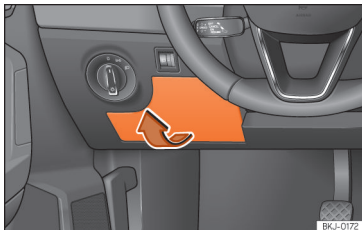

Abb. 64 Auf der Fahrerseite in der Instrumententafel: Abdeckung des Sicherungskastens.
- Öffnen: Die Abdeckung des Sicherungskastens in Pfeilrichtung abnehmen »» **Abb. 64**.